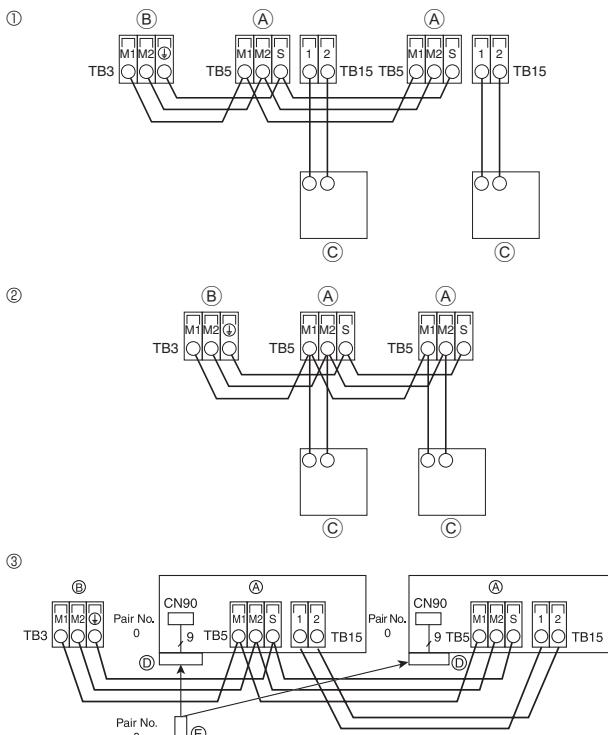

Fig. 6-3
6.4. Raccordement des câbles de la commande à distance et des câbles de transmission intérieurs et extérieurs (Fig. 6-3)
- ① Commande à distance MA
- ② Commande à distance M-NET
- ③ Télécommande sans fil (lors de l'installation d'un récepteur de signaux sans fil)